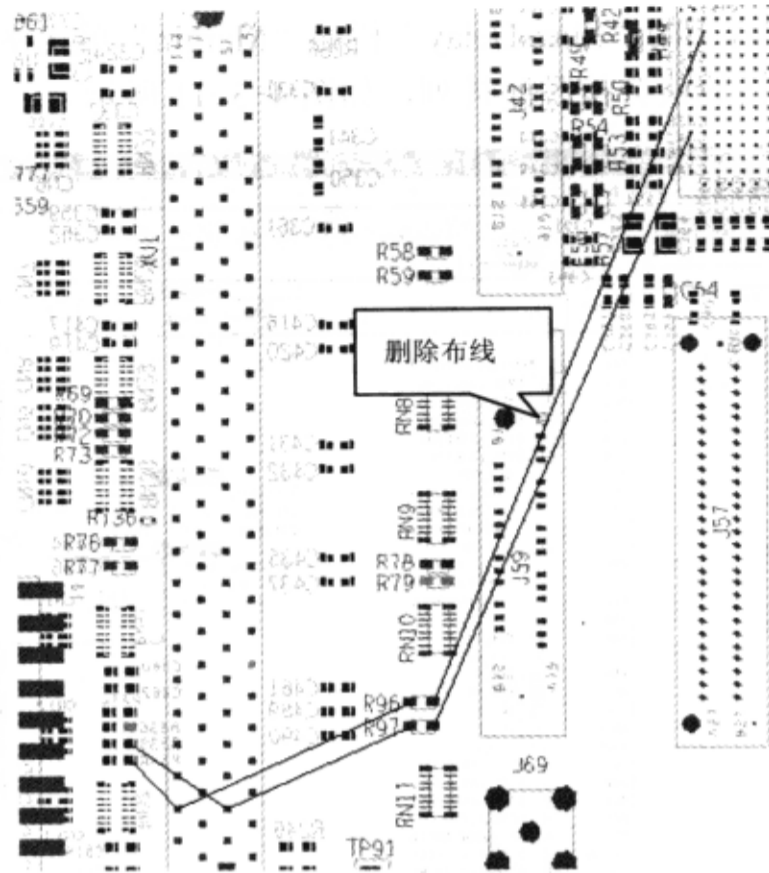

图 4-3-14 删除布线
- (3) 单击并按住鼠标左键→框住两条已布的线（部分），两个网络的所有部分都高亮显示。
- (4) 单击鼠标右键→从弹出的菜单中选择“Done”，删除布线，如图 4-3-14 所示。